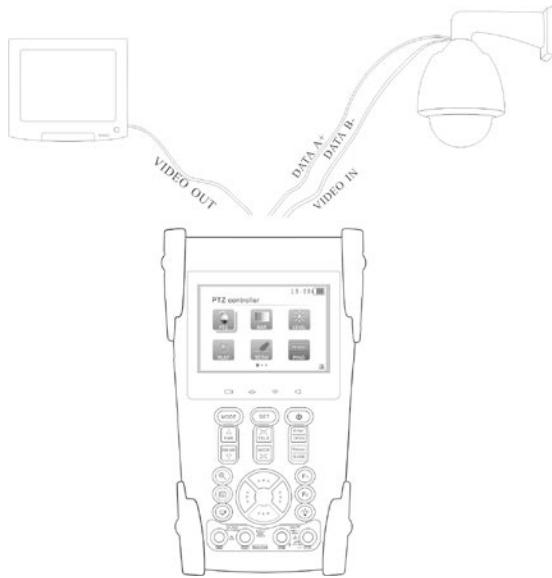

Рис.4 Подключение к CCTV-тестеру PTZ-камеры и монитора.
2. К видеовыходу CCTV-тестера "VIDEO OUT" подключается монитор, передатчики видеосигнала или другое оконечное оборудование (Рис.4). CCTV-тестер генерирует видеосигнал.
3. Подключите PTZ-камеру к разъему тестера «RS485» (Рис.4).